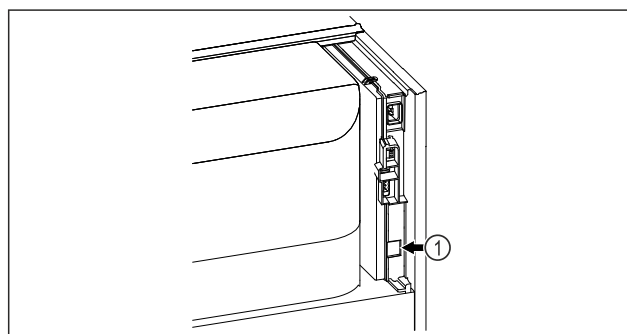

Fig. 77
- ☐ SmartModule Fig. 77 (1) on sisse pandud.